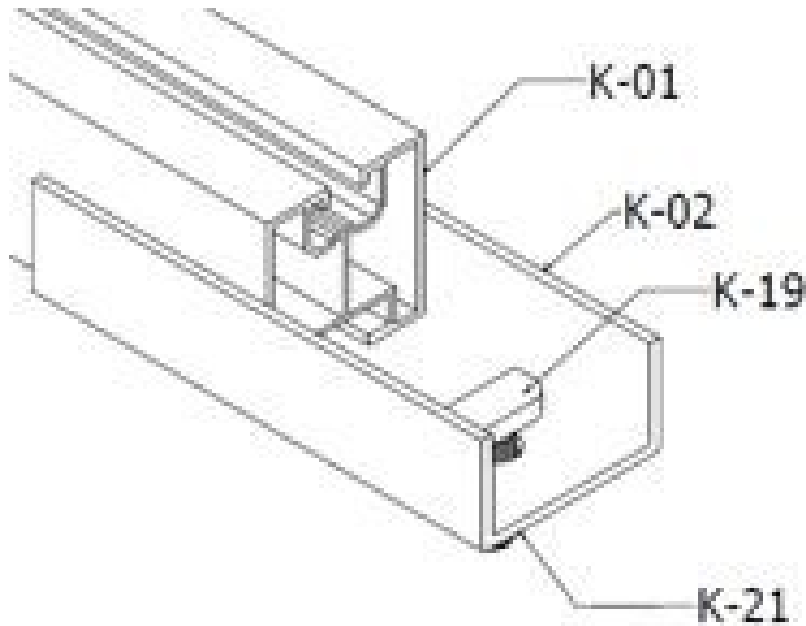
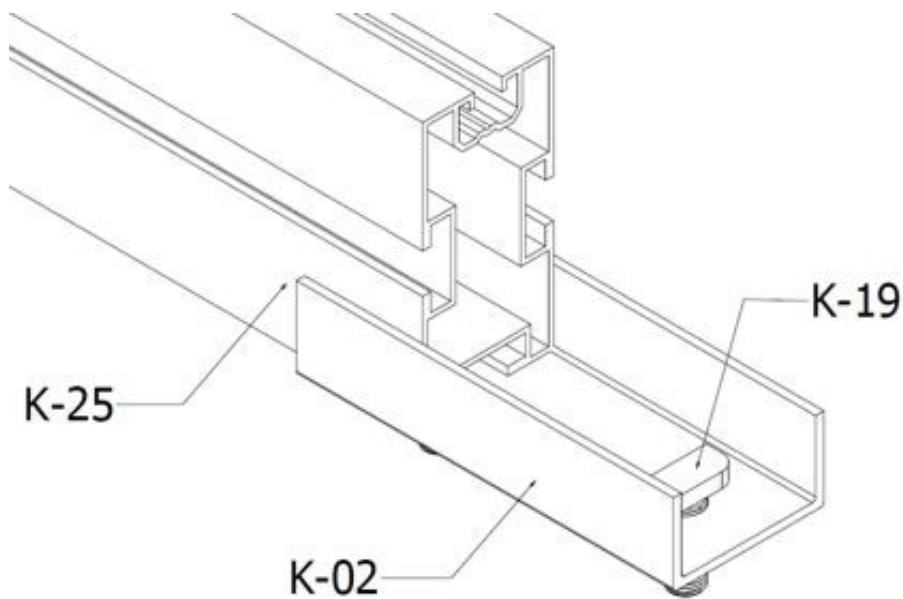

ABB. 7 Montage des Verbinders K-02 mit dem Profil K-01
ABB. 8 Montage des Verbinders K-02 mit dem Profil K-25
5. Bereiten Sie nach der Montage der Halterungen die Montageprofile vor, indem Sie sie mit Hilfe der Verbindungsstücke K-02 auf die richtige Länge zusammenfügen; setzen Sie diese dabei an die Enden zweier benachbarter Profile an. Schrauben Sie den Verbinder mit zwei „T-Schrauben“ K-19 (Abb. 7 oder Abb. 8) fest. Die Profile können auf die gewünschte Länge zugeschnitten werden. **HINWEIS Die minimale verwendbare Profillänge in der Konstruktion beträgt 500 mm.**